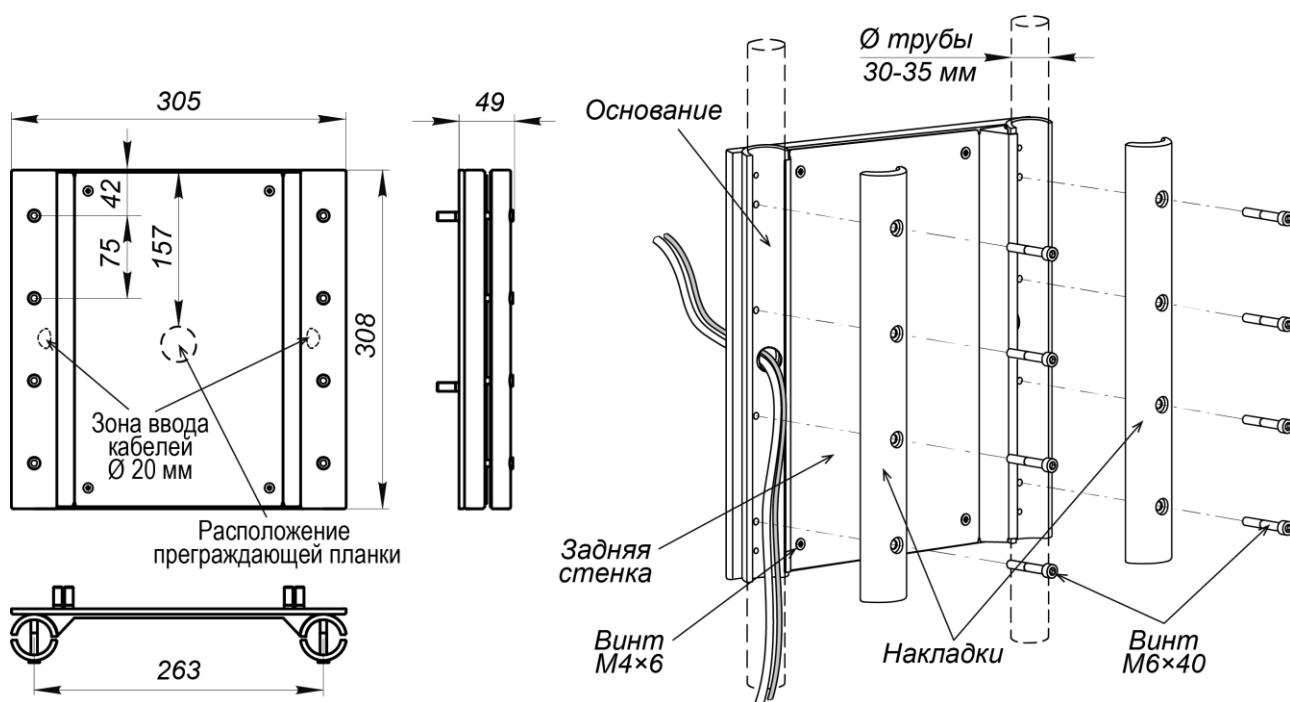

Рисунок 17. Габаритные размеры и порядок установки кронштейна *PERCo-MT10.1*
- а) Порядок установки монтажного кронштейна **PERCo-MT10.1** (для исполнения турникета **PERCo-TTR-10AT**), см. рис. 17: